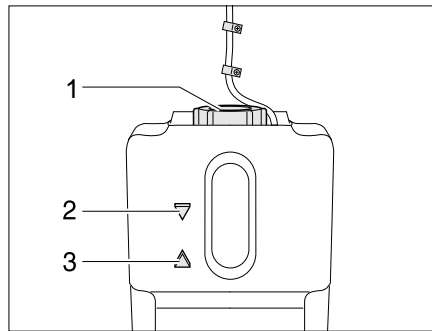

Bild 361 Ausgleichsbehälter Warmwasser-Heizung
- Prüfen, ob am Ausgleichsbehälter (Bild 361) die Flüssigkeit zwischen der Markierung "MIN" (Bild 361,3) und "MAX" (Bild 361,2) steht.
- Am Ausgleichsbehälter den Drehverschluss (Bild 361,1) aufdrehen.